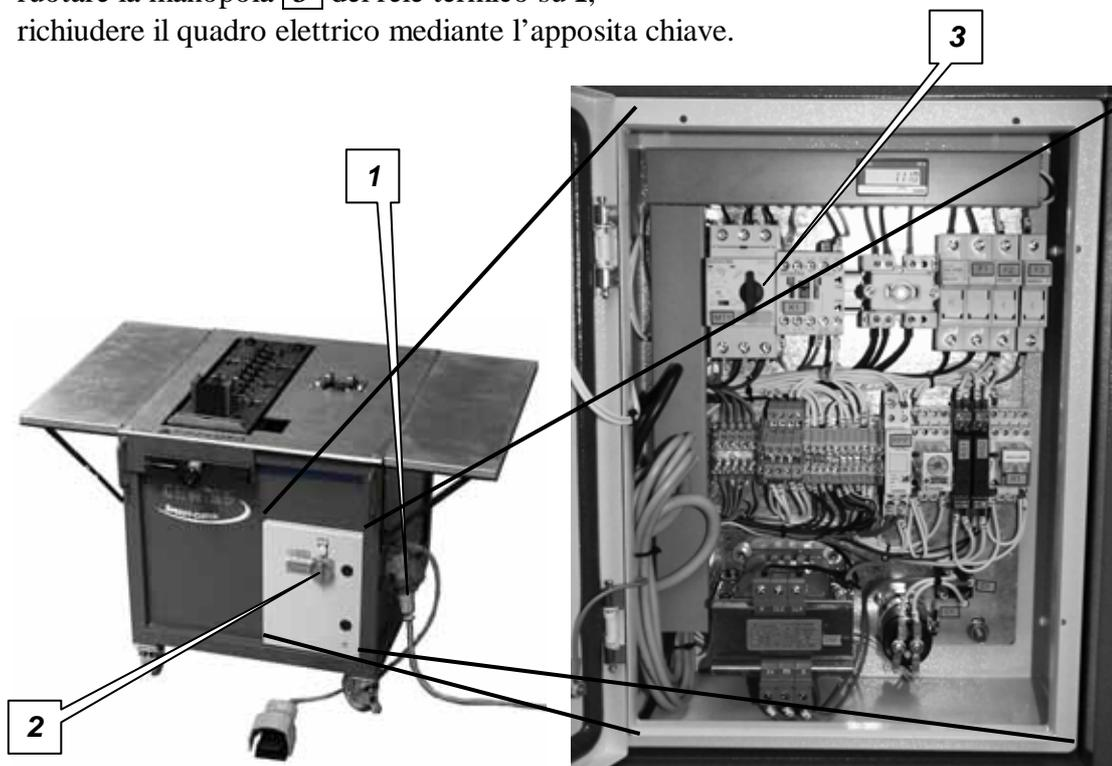

*Figura 5.14 – Sostituzione fusibili*
**Sostituzione fusibili (figura 5.14)**